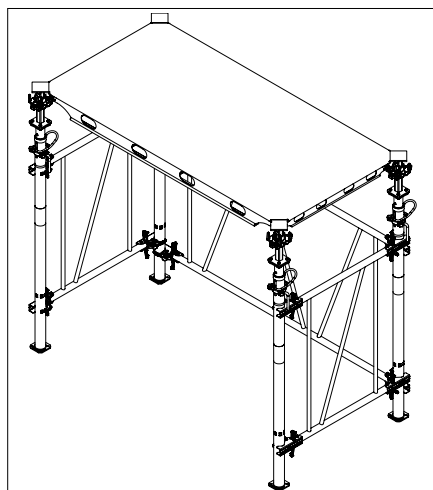

Fig. A5.05
9. Instale el bastidor ADB 120 en el cuarto puntal. (Fig. A5.05)